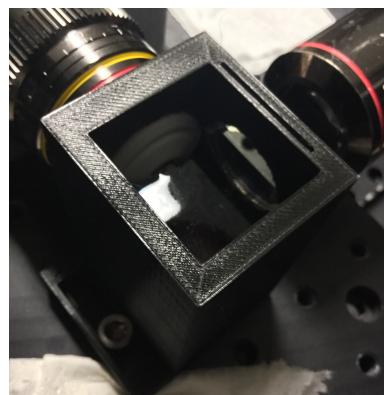

Figure 14 – Chambre : niveau de liquide
- Remplir la *chambre* du liquide approprié2. En mettre assez pour submerger l'objectif; ne pas trop en mettre au point où la chambre déborderait une fois la cuvette ajoutée (voir figure 14).